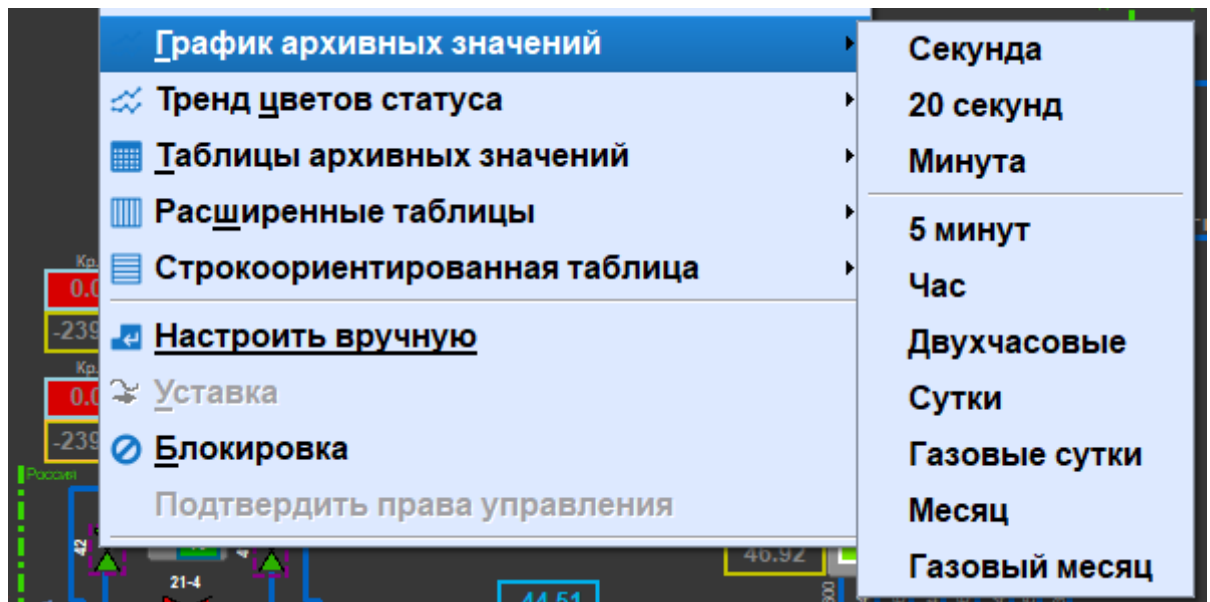

Рисунок 4.21 – Контекстное меню График архивных значений
3) Правым щелчком мыши вызвать контекстное меню, выбрать пункт График архивных значений и далее выбрать архив (Рисунок 4.21).